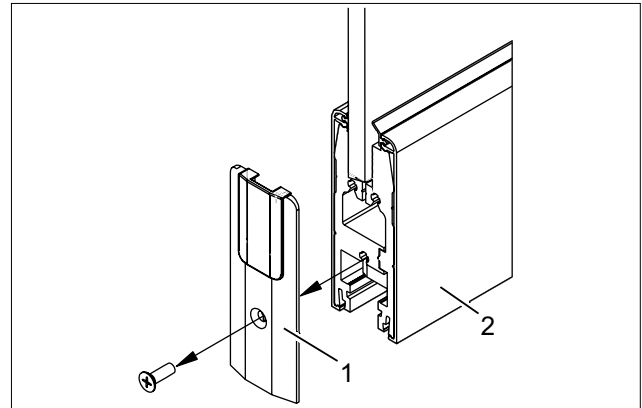

Abb. 42 Stirnabdeckung lösen
1. Stirnabdeckungen (Abb. 42/1) an den Flügeln (Abb. 42/2) entfernen.